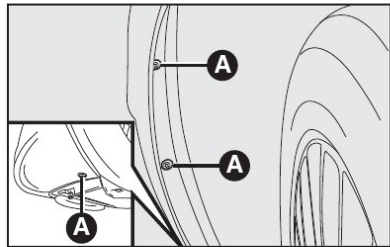

fig. 20
- Remover os três parafusos de fixação da proteção **A-fig. 20** do vão da roda (para lado esquerdo. Para lado direito, remover os quatro parafusos);
- Recolocar os parafusos de fixação da proteção **A-fig. 20** do vão da roda.